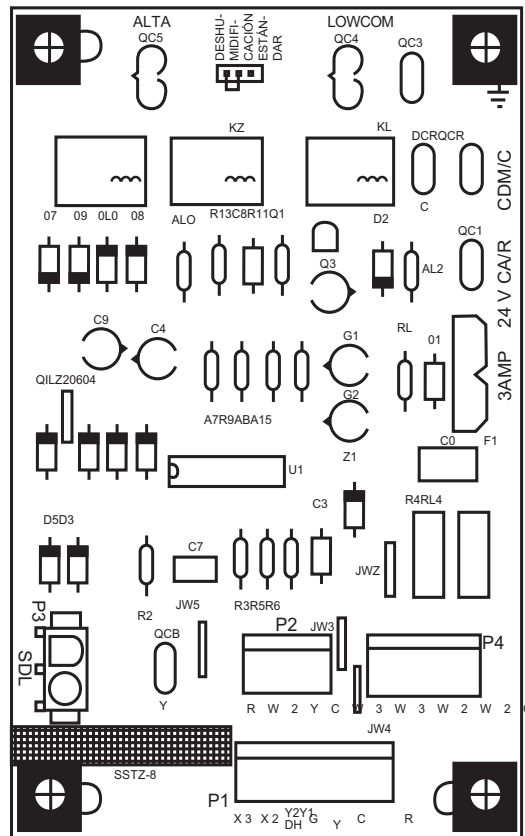

Fig. 21 – Placa de la interfaz del ventilador (IFB)
La velocidad de enfriamiento tiene la marca “LOW” (Baja) en la placa de la interfaz del ventilador (IFB) (consulte la Fig. 21). La configuración de fábrica se indica en la Tabla 4. Hay disponible 4 cables adicionales para la toma de velocidad que se pueden usar en la calefacción o el enfriamiento eléctricos (si desea conocer la codificación por colores de los cables del motor del ventilador de interiores, consulte la Tabla 3). Los 4 cables adicionales para la toma de velocidad se suministran sueltos con tapas de vinilo y se encuentran en la caja de control, cerca de la placa de la interfaz del ventilador (IFB) (consulte la Fig. 21).
2. Quite el cable actual de la toma de velocidad del terminal “LOW” (Baja) de la placa de la interfaz del ventilador (IFB) (consulte la Fig. 21) y coloque la tapa de vinilo sobre el conector del cable.
1. Con la Fig. 21, mueva el puente DEHUM de dos pasadores de la posición “STD” a la posición “DEHUM”.
2. Quite el cable de la toma de velocidad del terminal “LOW” (Baja) de la placa de la interfaz del ventilador (IFB) (consulte la Fig. 21).
1. Mueva el puente DEHUM de dos pasadores ubicado en la placa de control (consulte la Fig. 21), de la posición “STD” a la posición “DEHUM”.
Cuando no se utiliza la función DEHUM, la velocidad continua del ventilador será la misma que la velocidad del ventilador de enfriamiento. Cuando se utiliza la función DEHUM, el ventilador continuo funciona en la velocidad “LOW”(Baja) de la IFB cuando el cable de control de DH no tiene energía o en la velocidad “HIGH” (Alta) de la IFB cuando el cable de control de DH tiene energía (consulte la Fig. 21).